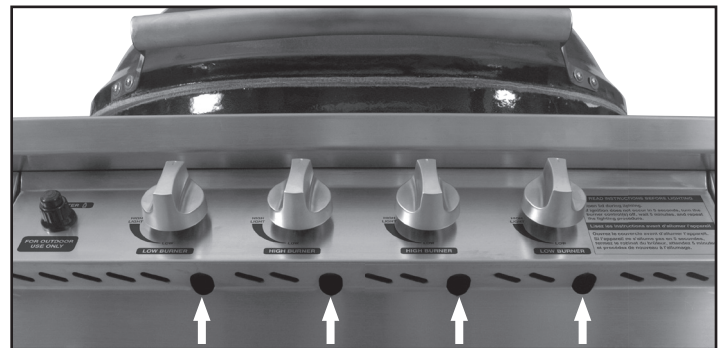

Fig. 2 - Éclairage manuel
**ATTENTION:** Attendez toujours cinq (5) minutes le gaz pour se dégager après que n'importe quelle tentative non réussie d'éclairage.
2. Insérez soit un briquet allumage à long canon bouillant, soit une allumette brûlante à long manche, à travers un trou dans le panneau de commande qui s'ouvre au sommet du tube d'éclairage (Figure 2). Pour des backburners, tenez la flamme contre le surface du backburner.
4. Si le brûleur ne se allume pas dans les cinq (5) secondes de tourner le bouton de commande, **enfoncez immédiatement le bouton et tournez la valve à AU LOIN**. **ATTENDEZ CINQ (5) MINUTES** avant de répéter les étapes 2 à 4 des instructions manuelles d'éclairage.